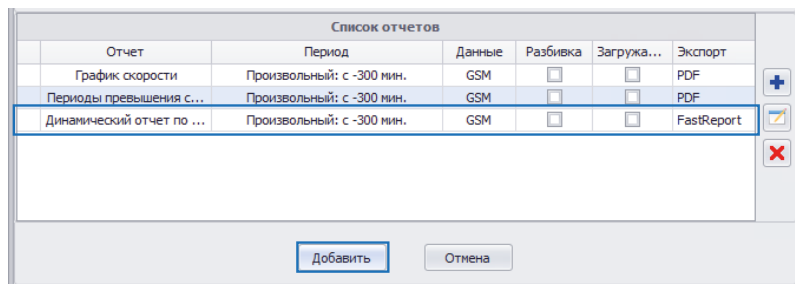

Рис.22. Список отчетов задания.
- после настройки всех параметров отчета нажать кнопку «Добавить» для добавления нового отчета в задание. Новый отчет появится в списке отчетов (**Рис.22**).
- Для того чтобы задание вступило в силу с установленными настройками, нажать кнопку «Добавить» (**Рис.22**) в меню создания нового задания.